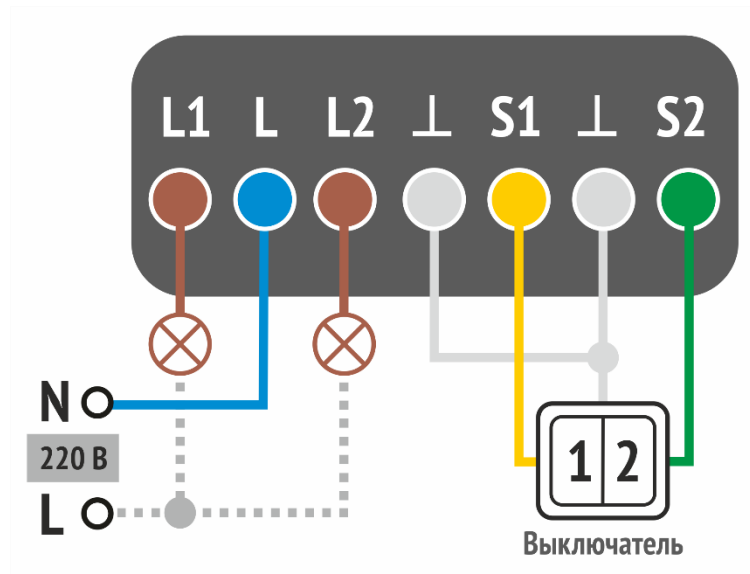

Рисунок 7.2 – Схема 2: Подключение модуля для управления двумя независимыми линиями освещения
- 3) Подключите провод нулевой линии к синему проводу (L) модуля.
- 5) Желтый (S1), зеленый (S2) и белые провода (⊥) модуля подключите к сухим контактам выключателей в соответствии со схемой (см. рисунок 7.2). Длина линий связи не должна превышать 15 м.